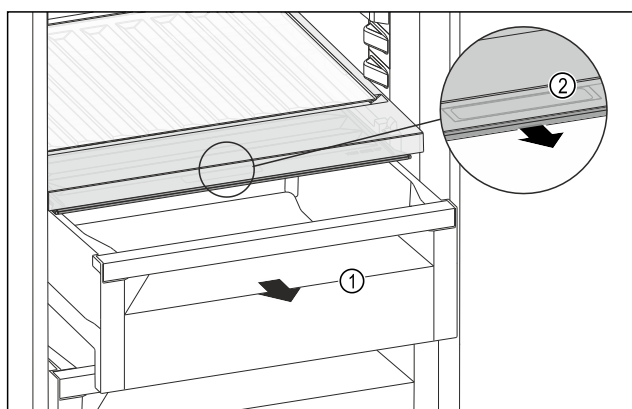

Fig. 117
- Estrarre il cassetto Fig. 117 (1).
- Afferrare la maniglia incassata Fig. 117 (2) sul coperchio dello scomparto e tirare allo stesso tempo in avanti il coperchio dello scomparto.